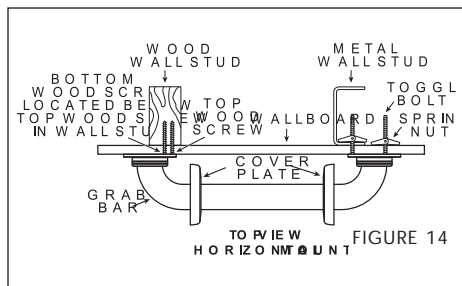

FIGURE 14
3. À l'extrémité qui sera fixée à un montant de métal, utilisez une perceuse 3/8-po et un foret 5/8-po pour percer trois (3) trous aux endroits marqués. NOTE: *si vous installez la barre d'appui sur des carreaux de céramique, vous aurez besoin d'un foret au carbure de 7/8-po pour percer les trous sans endommager les carreaux. Une fois que vous aurez percé un trou dans le carreau de céramique, utilisez le foret 5/8 po pour percer un trou dans la surface d'appui du carreau.*
5. Insérez une (1) VIS À BOIS sur l'extrémité de la barre d'appui qui sera fixée sur le montant de bois. Vissez dans le mur et le montant (SERREZ À LA MAIN SEULEMENT) (voir figure 14).
7. Placez l'extrémité de la barre d'appui avec les BOULONS À AILETTES fixés de manière à pouvoir pousser les écrous à ressort et l'extrémité des BOULONS À AILETTES dans les trous correspondants qui ont été percés. Les écrous à ressort doivent être complètement introduits dans les trous du mur (voir figure 14). Si les écrous à ressort ne sont pas totalement ouverts, desserrez les BOULONS et répétez l'étape 8.
10. Répétez l'étape 5 pour visser les deux (2) VIS À BOIS restantes dans le montant de bois.